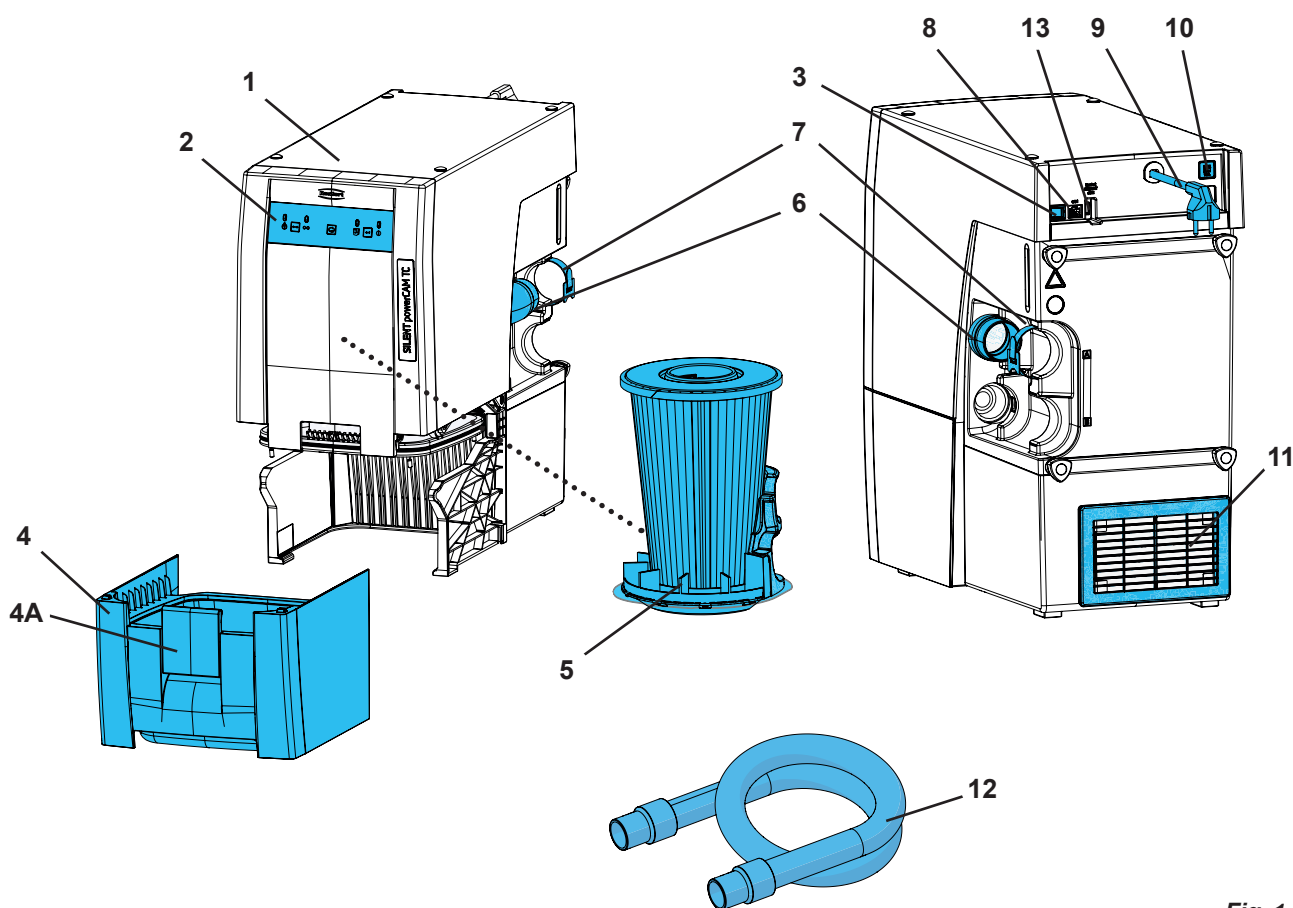

Fig. 1
- der Abluftaustritt (11, Abb. 1) nicht behindert wird.
- Externe Abluftführung (A) (siehe Kap. 4.6).
- Öffnung in Schrankrückwand (B), min. 250 x 120 mm, direkt gegenüber dem Abluftaustritt (11, Abb. 1).
- Rückwand des Schanks entfernen (C), Abstand der Schrankrückseite zur Wand min. 50 mm.
- ⇒ Gerät am Ein- / Aus-Schalter (3, Abb. 1) ausschalten.
- ⇒ Netzkabel (9, Abb. 1) entrollen und Netzstecker in Steckdose der Gebäudeinstallation einstecken.